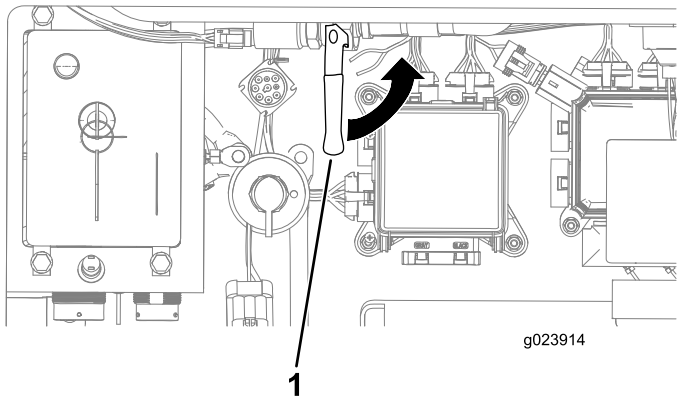

Figura 130
- A. Abra la válvula de anticongelante, dentro del compartimiento trasero (**Figura 130**).
6. Cierre la válvula de anticongelante (**Figura 130**).